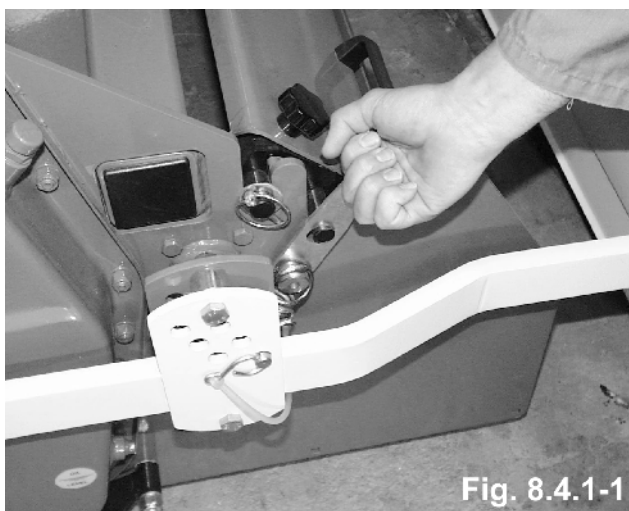

Fig. 8.4.1-1
- Если невозможно удалить предмет, блокирующий ротор, следует снять выравнивающий кожух. (рис. 8.4.1-1).
- Полностью снять сито выравнивателя (рис. 8.4.1-2).